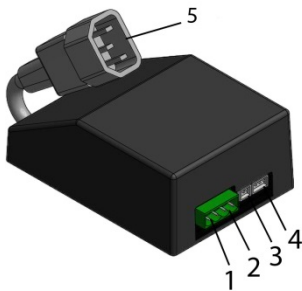

Bild 10
Välj ett fast börvärde till framledningstemperaturen. Värmen är **på** när kontakt (pos 1, *Bild 10*) är **sluten**.
Välj ett fast börvärde till framledningstemperaturen. Värmen är **på** när kontakt (pos 1, *Bild 10*) är **öppen**.